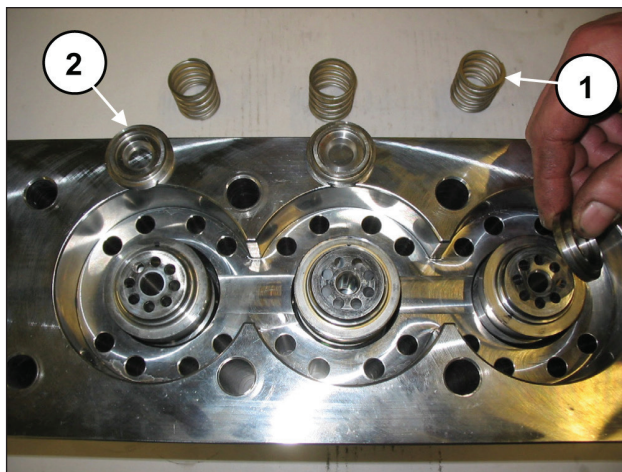

Fig. 103
Durante lo smontaggio delle camicie fare attenzione a non disperdere molle valvola e le valvole piane (pos. ① e ②, Fig. 103) in quanto non essendo bloccate potrebbero cadere.